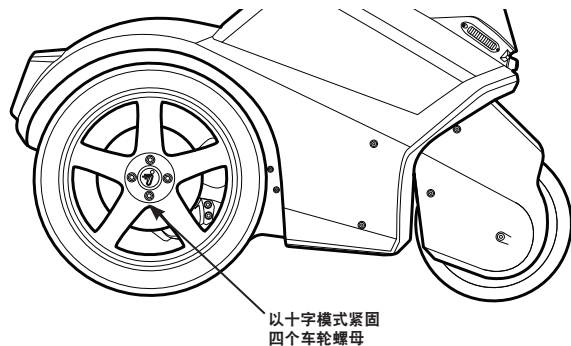

图 51：安装后车轮
7. 使用车轮螺母扳手以扭矩 **55 牛·米** 紧固**四个车轮螺母（40 英尺磅）**。以十字模式紧固螺母：顶部、底部、左侧、右侧（图 51）。